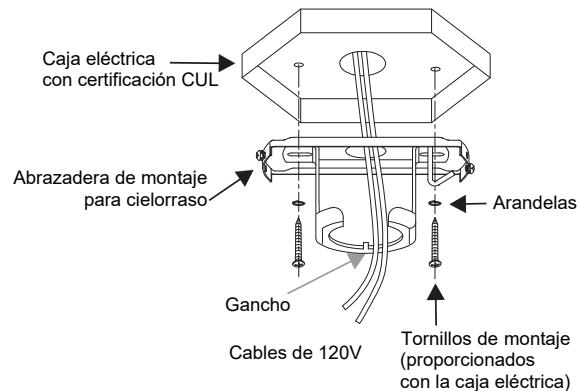

Fig. 5
**Paso 1.** Pase los cables de alimentación de 120 voltios a través del orificio central del soporte de montaje tal como se muestra en la **Fig. 5**.